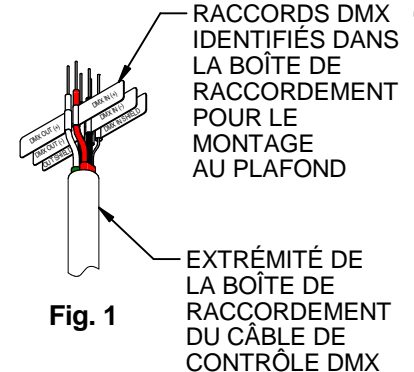

Fig. 1
1. **À la boîte de raccordement du plafond :** après le passage des fils électriques et du câble de contrôle DMX dans le canal de montage au plafond ou dans la tige de suspension, effectuez le raccordement électrique dans la boîte de raccordement du montage, conformément aux consignes d'installation du produit. Effectuez les connexions de contrôle DMX (**Fig. 1**) en raccordant le câble à paires torsadées blindées « DMX IN » au câblage de contrôle DMX d'arrivée, et en raccordant le câble à paires torsadées et blindées « DMX OUT » au câblage DMX de sortie allant vers le luminaire suivant de la série ou à une terminaison de 120 ohm (non fournie) s'il s'agit du dernier luminaire de la série. Assurez-vous qu'aucun fil ni connecteur n'est exposé ou non isolé, puis effectuez le câblage et le raccordement dans la boîte de raccordement du montage. Dans la boîte de raccordement de montage au plafond, séparez le fil de contrôle du fil d'alimentation électrique dans la boîte à l'aide d'un séparateur de fils approprié.
1. Le câble de contrôle DMX et les fils d'alimentation électrique sont préinstallés sur le luminaire MC10LED à montage mural. Installez le luminaire et effectuez le raccordement électrique conformément aux consignes d'installation de produit du MC10LED. Effectuez les connexions de contrôle DMX (**Fig. 1**) en raccordant le câble à paires torsadées blindées « DMX IN » au câblage de contrôle DMX d'arrivée, et en raccordant le câble à paires torsadées et blindées « DMX OUT » au câblage DMX de sortie allant vers le luminaire suivant de la série ou à une terminaison de 120 ohm (non fournie) s'il s'agit du dernier luminaire de la série. Assurez-vous qu'aucun fil ni connecteur n'est exposé ou non isolé, puis effectuez le câblage et le raccordement dans la boîte de raccordement du montage. Dans la boîte de raccordement de montage mural, séparez le fil de contrôle du fil d'alimentation électrique dans la boîte à l'aide d'un séparateur de fils approprié.